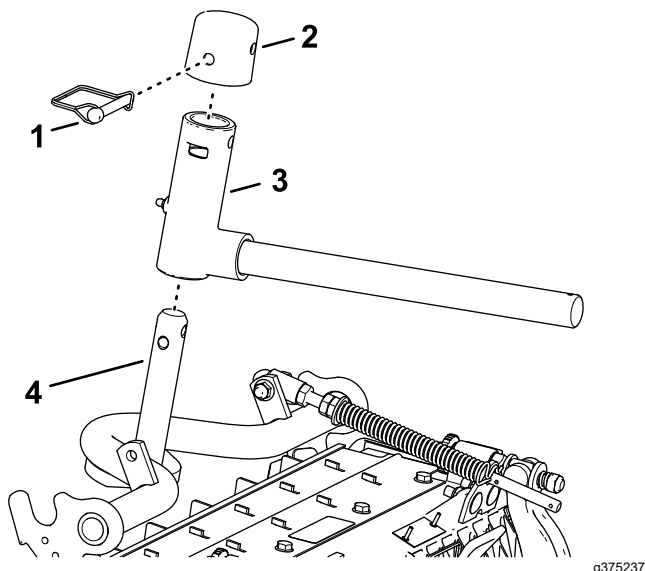

Figure 18
2. Placez la chape de pivot sur l'arbre du bâti porteur (Figure 18).